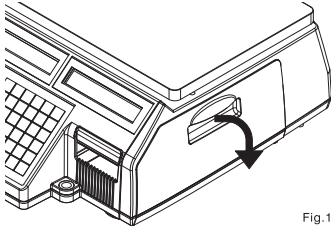

Fig.1
1) 전원 스위치를 끈 후 프린터 오른쪽 커버를 연다. (fig.1)